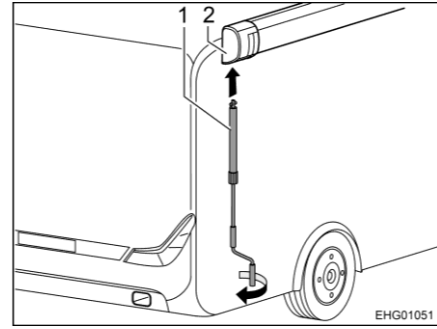

Fig. 14 Applicazione manovella
- Inserire la manovella (Fig. 14,1) nel supporto a baionetta (Fig. 14,2) della tenda.